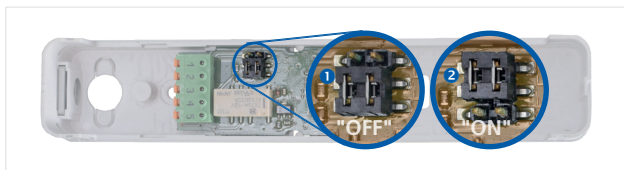

Abb. 8: Jumpereinstellung für Leitungsüberwachung
- Den Jumper auf der Relaisplatine gemäß Abb. 8 umstecken.